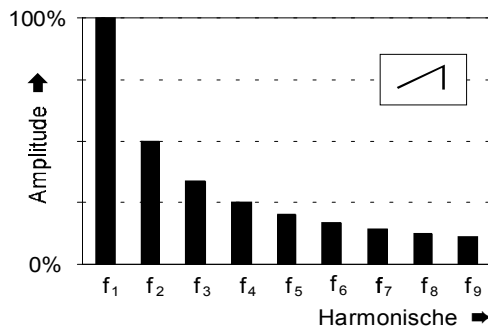

Abb. 1: Obertonspektrum einer Sägezahnwelle
Am Ausgang ⑥ des VCO's steht Ihnen eine Sägezahnwelle zur Verfügung. Sie klingt "schneidend" und ist sehr obertonreich. Sie enthält sämtliche Harmonische der Grundfrequenz, wobei deren Amplituden linear mit wachsender Ordnungszahl abnehmen (also $1/2$, $1/3$, $1/4$, ... etc.; s. Abb. 1).